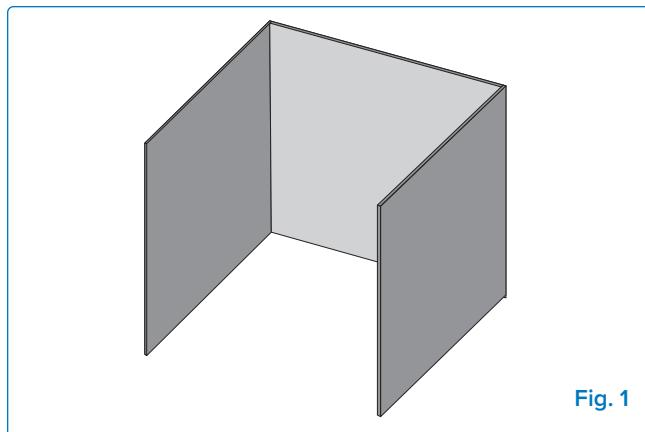

Fig. 1
- L'apparecchio è considerato all'aperto se è installato in un riparo con pareti su tre lati ma senza copertura superiore. (**Fig. 1**).